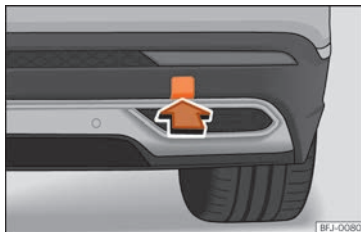

Fig. 47 Du côté droit du pare-chocs arrière : retirer le cache.
Le logement de l'œillet de remorquage à visser se trouve sur la partie droite du pare-chocs arrière, derrière un cache » fig. 47.
- Appuyez sur la partie inférieure du cache » fig. 47 afin de le dégager.